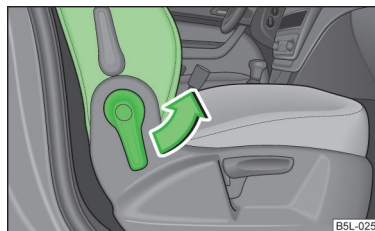

Fig. 44
- Tirare la leva nella direzione indicata dalla freccia » fig. 44 e ripiegare lo schienale, finché il bloccaggio non scatta in posizione.